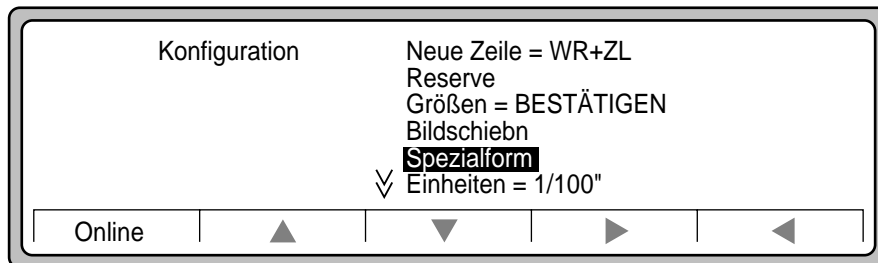

Abbildung 3-21 Spezialform-Auswahl
13. Drücken Sie ▲, um „Spezialform“ (Abbildung 3-21) hervorzuheben.